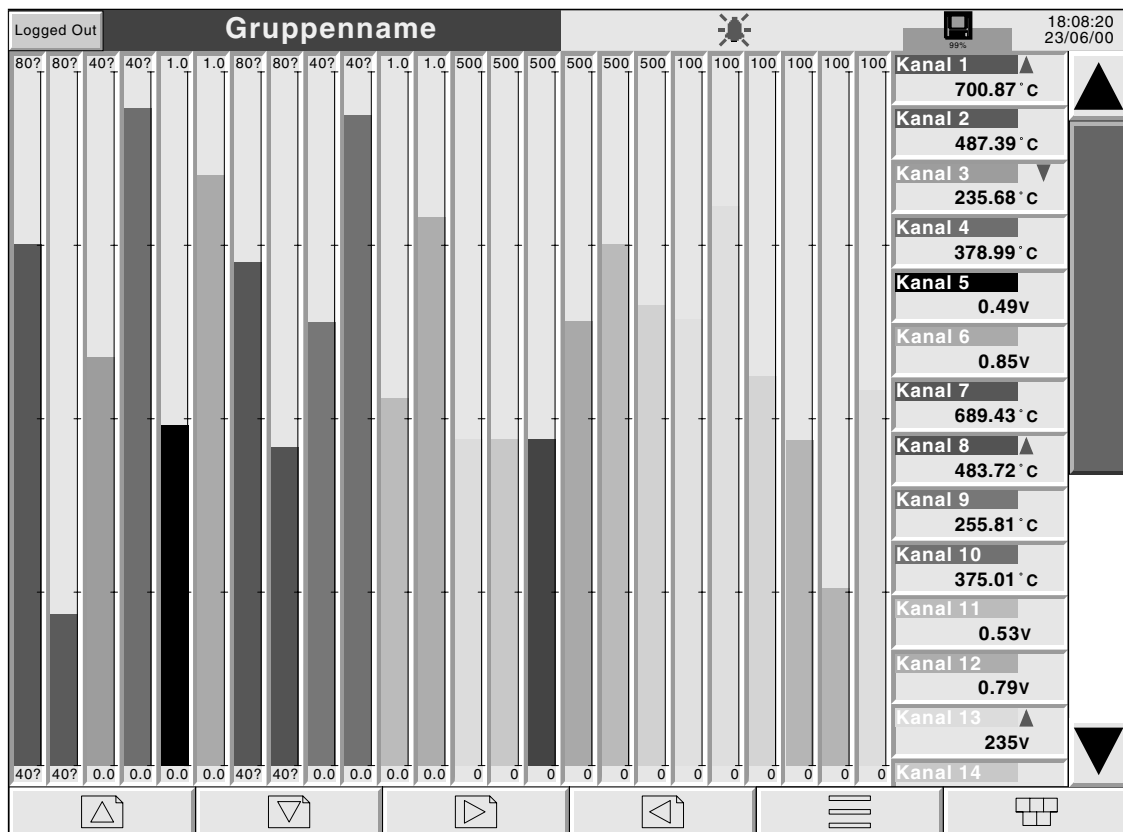

Abbildung 3.4.3b Vertikaler Bargraph (mehr als 6 Kanäle)
- Punkt-Fenster rechts von den Balken (mehr als 6 Kanäle*) (Abbildung 3.4.3b).
Mit wachsender Kanalanzahl werden die Bargraphen und die Punkt-Fenster immer enger dargestellt. Damit Sie die Daten noch lesen können, erscheinen maximal 13 vollständige Kanäle auf dem Bildschirm. Haben Sie in der Anzeigegruppe mehr als 13 Kanäle, erscheint rechts im Bildschirm eine Bildlaufleiste Schieber, mit dem Sie die weiteren Kanäle sichtbar machen können. Sobald die Bargraphen enger zusammenrücken, werden die Skalenwerte gekürzt dargestellt (Abbildung 3.4.3b).